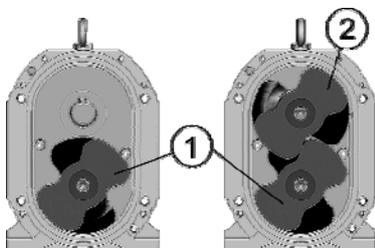

Figure 6.3.3-2
- Tournez les arbres de sortie que les clavettes (15) se trouvent sur la position 12 heures.
- Installez le lobe hélicoïdal gauche en bas (1, fig. 6.3.3-2).
- Vérifiez que la clavette supérieure (15) se trouve encore sur la position 12 heures et ne s'est pas dérégulée.
- Installez le lobe droit en haut (2, fig. 6.3.3-2).